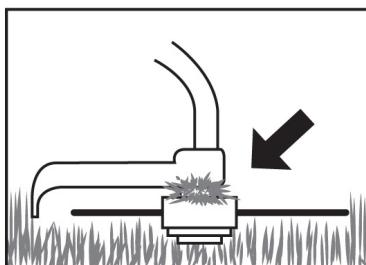

Fig. 6B
**ADVERTENCIA:** Retire periódicamente las hierbas enrolladas para evitar que el eje de la transmisión se sobrecaliente. Las hierbas se enrollan cuando se enganchan en el eje que se encuentra bajo la protección para residuos (Fig. 6B). Esto impide que el eje pueda refrigerarse correctamente. Retire las hierbas enrolladas con un destornillador u otro dispositivo similar